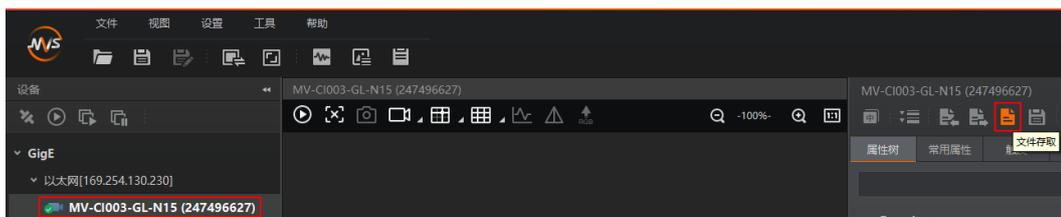

图7-8 文件存取
1. 在设备列表区，选择待存取文件的相机，并在 MVS 客户端右上方单击文件存取图标，如图 7-8 所示。